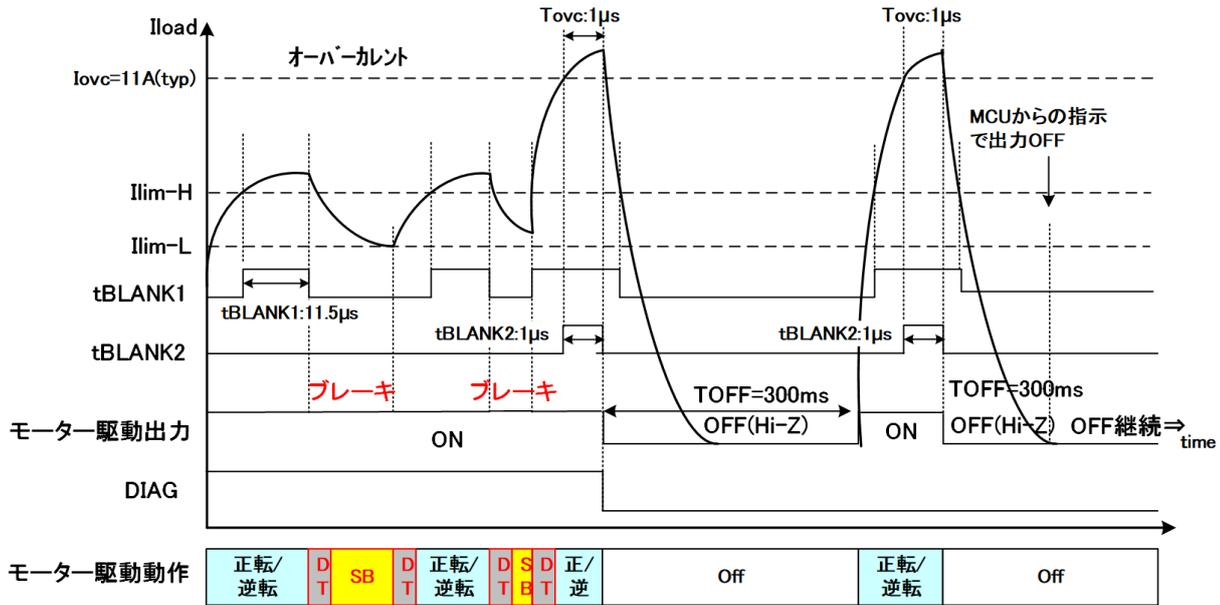

図 7.42 天地絡、負荷ショート時過電流検出動作タイミングチャート 1
7.15. 天地絡、負荷ショート時過電流検出回路(図 7.42、図 7.37、図 7.38)
7.15.1. SPI 設定: 過電流検出 自動復帰モードの場合(図 7.42、図 7.37 参照)